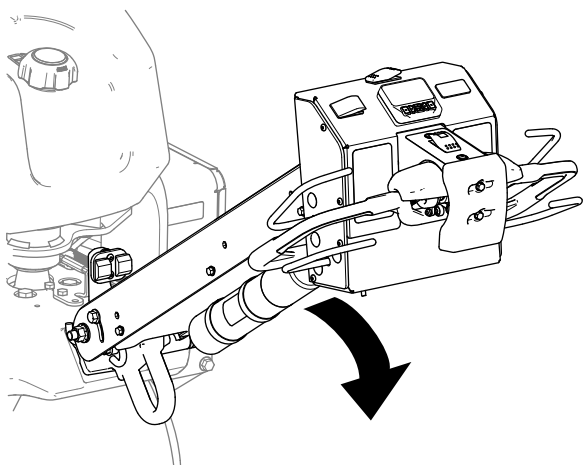

Figure 69
2. Abaissez le timon pour desserrer le frein de stationnement (Figure 69).